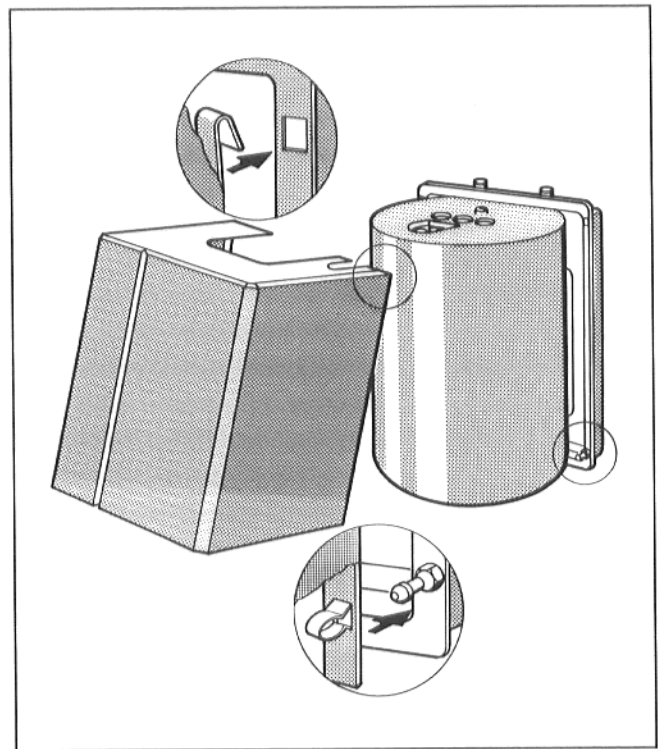

Fig. 10
- Mettre la cosse du câble de mise à la terre en place et visser la vis à empreinte cruciforme (fig. 10).
- Remonter la jaquette du préparateur (fig. 10).